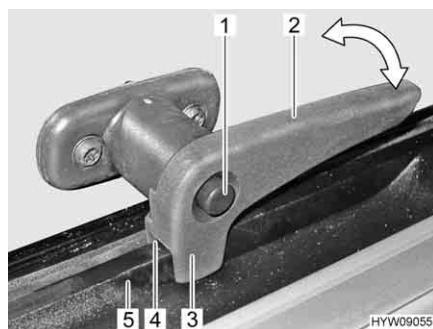

Fig. 28 Leva di serraggio in posizione "Aerazione continua"
- In posizione di "Aerazione continua" (Fig. 28)
- Premere il bottone di sicurezza (Fig. 28,1) e mantenerlo premuto.
- Ruotare la leva di serraggio (Fig. 28,2) di un quarto di giro verso il centro della finestra.
- Girare nuovamente all'indietro la leva di serraggio. Il nasello di chiusura anteriore (Fig. 28,3) della leva di serraggio si trova sul lato interno del telaio della finestra (Fig. 28,5). Il nasello di chiusura posteriore (Fig. 28,4) si trova sul lato esterno del telaio della finestra (Fig. 28,5).
- Rilasciare il bottone di sicurezza (Fig. 28,1).